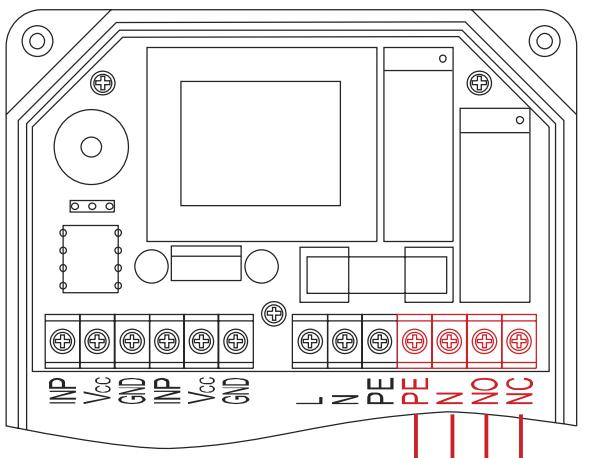

Рисунок 8. Подключение шарового электропривода к блоку управления.
- Выполните подключение шаровых электропроводов к блоку управления в соответствии со схемой подключения (рисунок 8).